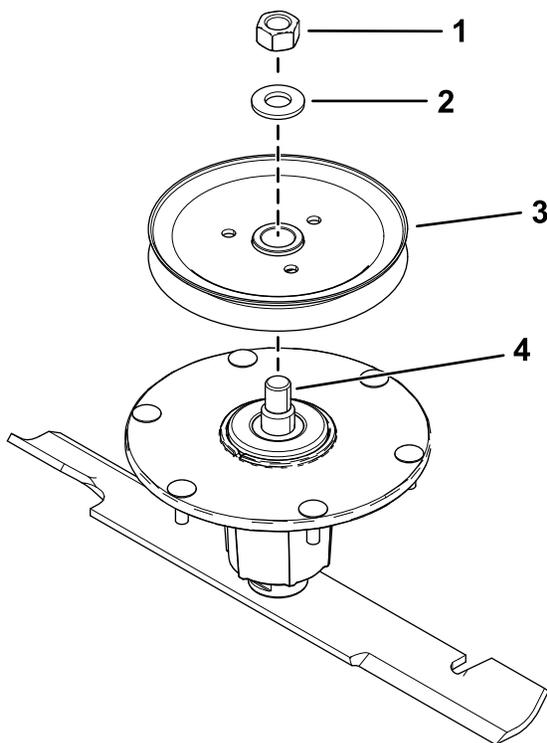

Figure 6
1. Retirez l'écrou supérieur, la rondelle et la roue à gorge de l'axe (Figure 6).